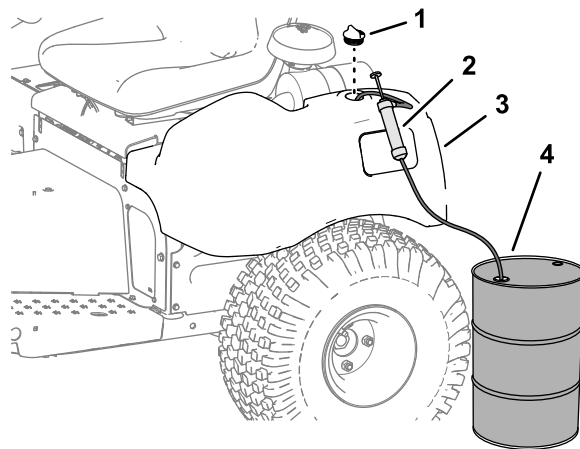

Рисунок 46
1. Снимите крышку гидравлического бака (Рисунок 46).
2. Выкачайте гидравлическую жидкость из гидравлического бака (Рисунок 46).